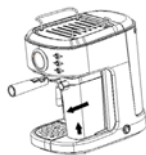
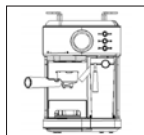

Рис. 1
Рис. 2
**Внимание!** Перед первым приготовлением кофе рекомендуется промыть бойлер, крышку капучинатора (16) и ёмкость для молока (18).
- Убедитесь, что съёмный поддон (1), решётка поддона (2) установлены на место.
- Снимите крышку (12), снимите ёмкость для воды (13).
- Наполните ёмкость (13) холодной водой до отметки максимального уровня, установите ёмкость (13) на место.
**Примечание:** ёмкость (13) предназначена только для воды, запрещается наполнять ёмкость (13) любыми другими жидкостями, например, молоком.
- Возьмитесь за ёмкость (18), потяните её по направлению к себе и снимите с ёмкости (18) крышку капучинатора (16) (рис. 1). Наполните ёмкость (18) водой, до отметки максимального уровня.
**Примечание:** ёмкость капучинатора (18) предназначена только для молока, запрещается наполнять ёмкость (18) любым и другими жидкостями, использование воды допустимо только в режиме промывки капучинатора.
- Установите крышку капучинатора (16) на ёмкость (18), установите капучинатор на место установки до срабатывания фиксатора.
**Примечание:** после установки ёмкости (18) с крышкой (16) всегда проверяйте правильность установки и надёжность фиксации капучинатора.
- Вставьте один из фильтров для кофе (21 или 22) в держатель фильтра (20), совместив выступ на фильтре (21 или 22) с прорезью в держателе фильтра (20) и поверните фильтр (21 или 22) по/против часовой стрелки. Во время подготовки кофеварки к работе не засыпайте молотый кофе в фильтр (21 или 22).
- Установите держатель фильтра (20) в место установки «☐» и поверните ручку (4) вправо до упора «🔒» (рис. 2, 3, 4).
- На решётку (2) установите подходящую по высоте и объёму чашку, не менее 300 мл.
- Ручкой регулировки угла наклона трубки капучинатора (14) направьте трубку капучинатора (15) в установленную чашку.